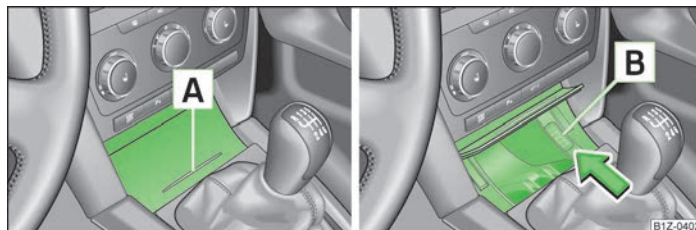

Fig. 64 Consola centrală: deschiderea scrumierei / extragerea scrumierei
- » Apăsăți pe partea inferioară a capacului scrumierei în zona **A** » fig. 64.
- » Apăsăți scrumiera în zona **B** » fig. 64 (scrumiera cade) și scoateți-o afară.